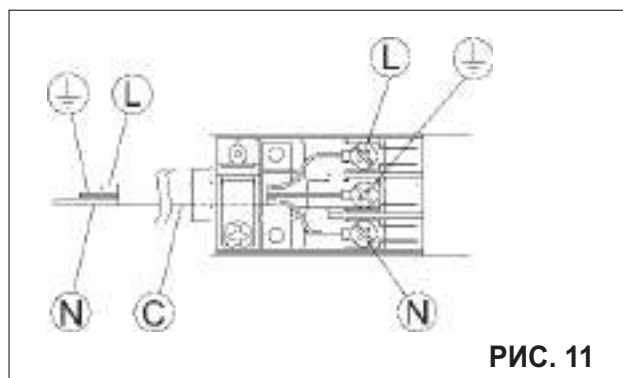

РИС. 11
- использовать с входным кабелем "С", если не предусмотрено (см. рис. 11) стандартизированный разъем, соответствующий нагрузке, указанной на паспортной табличке. Подсоединить кабели в соответствии со схемой на рис. 11, убедившись в том, что учтены нижеприведенные соответствия: